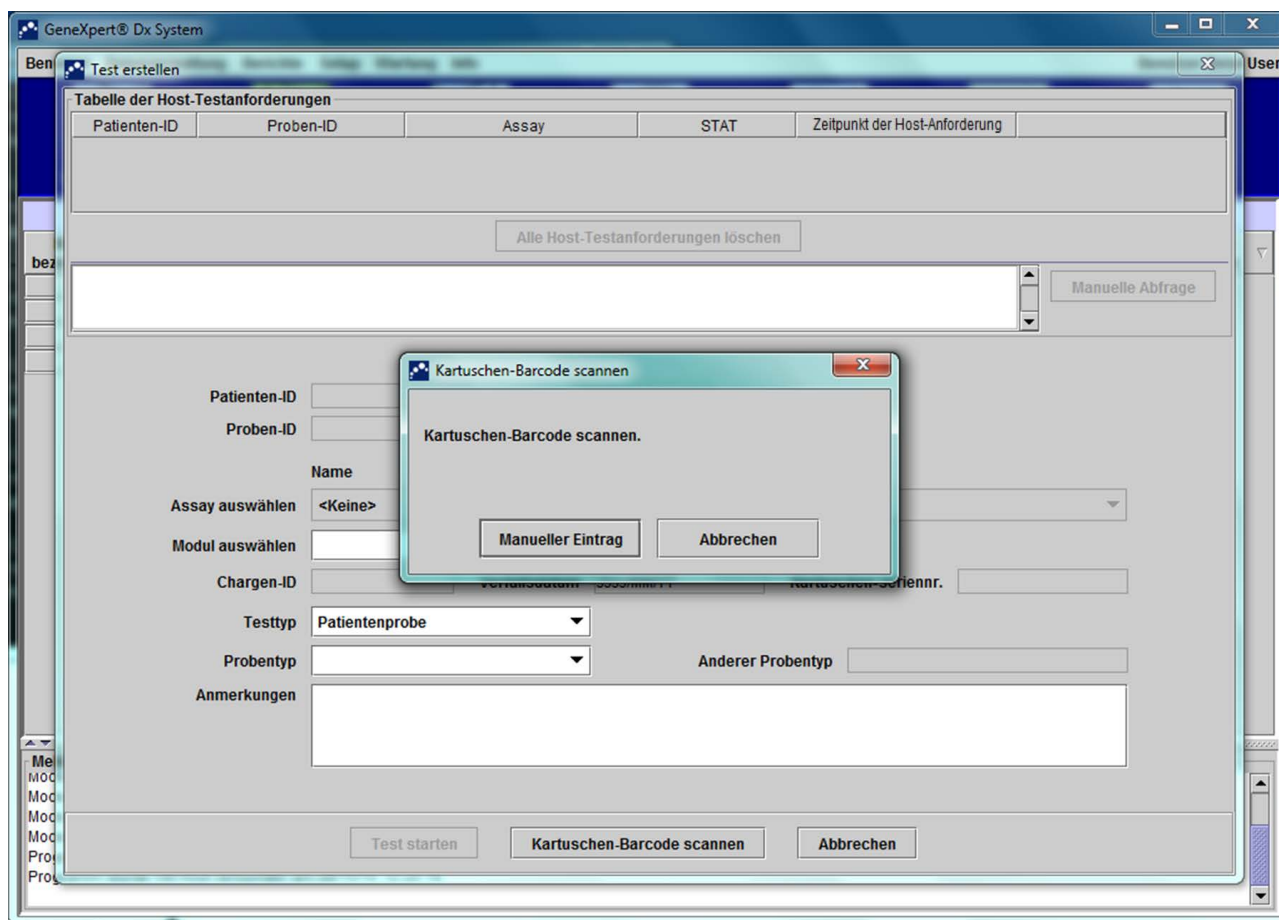

Abbildung 5-114. Tabelle der Anforderungen mit überlagertem Bildschirm „Kartuschen-Barcode scannen“
2. Der Bildschirm „Host-Testanforderung“ mit dem überlagerten Bildschirm „Kartuschen-Barcode scannen“ wird angezeigt. Vgl. Abbildung 5-114.
3. Scannen Sie den Barcode der Kartusche gemäß den Anweisungen in Abbildung 5-114 mit dem mitgelieferten Scanner.